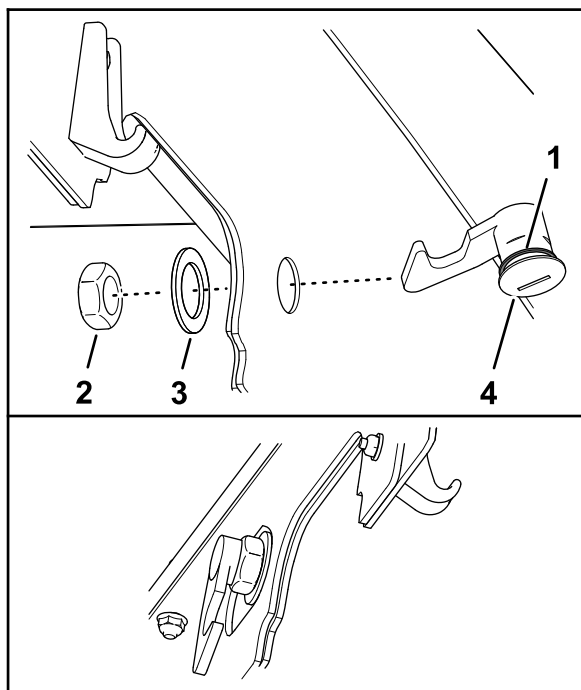

Figura 34
3. Asigurați-vă că garnitura de etanare este montată pe clichetul capotei (Figura 34).